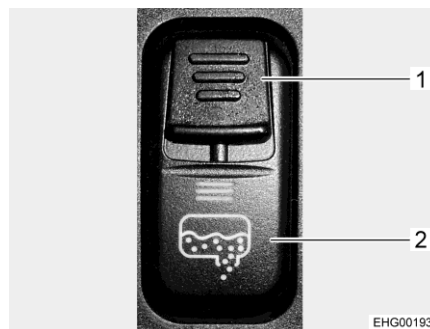

Fig. 104 Commutateur à bascule (robinet de vidange)
Le robinet de vidange du réservoir d'eaux usées s'ouvre et se ferme au moyen d'un commutateur à bascule situé sur la console de commutateurs dans la cabine de conduite. Pour empêcher toute ouverture par inadvertance du robinet de vidange, le commutateur à bascule est doté d'une sûreté (Fig. 104,1). Le tuyau de purge avec raccord pour tuyau d'évacuation se trouve sous le véhicule.
- Pousser la sûreté (Fig. 104,1) se trouvant sur le commutateur à bascule (Fig. 104,2) vers le bas et presser simultanément ce dernier. Cela ouvre la vanne pour eaux usées et le réservoir d'eaux usées se vide alors. La DEL reste allumée tant que le robinet d'évacuation des eaux usées est ouvert.
- Refermer le robinet de vidange une fois que les eaux usées se sont complètement écoulées. Appuyer pour ce faire sur la partie supérieure du commutateur de commande (Fig. 104,1).